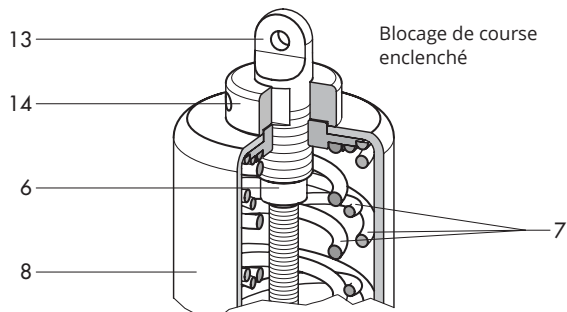

Fig. 5.3 : Blocage de course manuel : type 2371-11
Type 2371-11 uniquement (cf. Fig. 5.3) : pour bloquer la course, visser le boulon de réglage (13) dans l'ouverture de réglage (6.1) à la place du bouchon fileté. L'extrémité du boulon de réglage vient alors se placer contre la tête de la vis de consigne (6). En fonction de l'enfoncement du boulon, celui-ci déplace le clapet en position ouverte par l'intermédiaire de la vis de consigne (6) et de la partie supérieure du clapet (5). Une butée mécanique (15) empêche de visser le boulon trop profondément afin d'éviter que la membrane se détende ou se rompe.